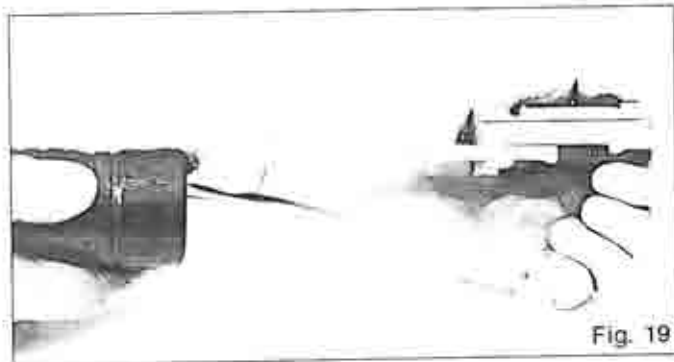

Fig. 19
- g4. Innestare l'asta d'armamento nell'apposito spacco del carrello-otturatore (Fig. 19).
Insert the connecting rod into its slot on the breech bolt slide (Fig. 19).
Insérer la tige d'armement dans la rainure appropriée du chariot-culasse mobile (Fig. 19).